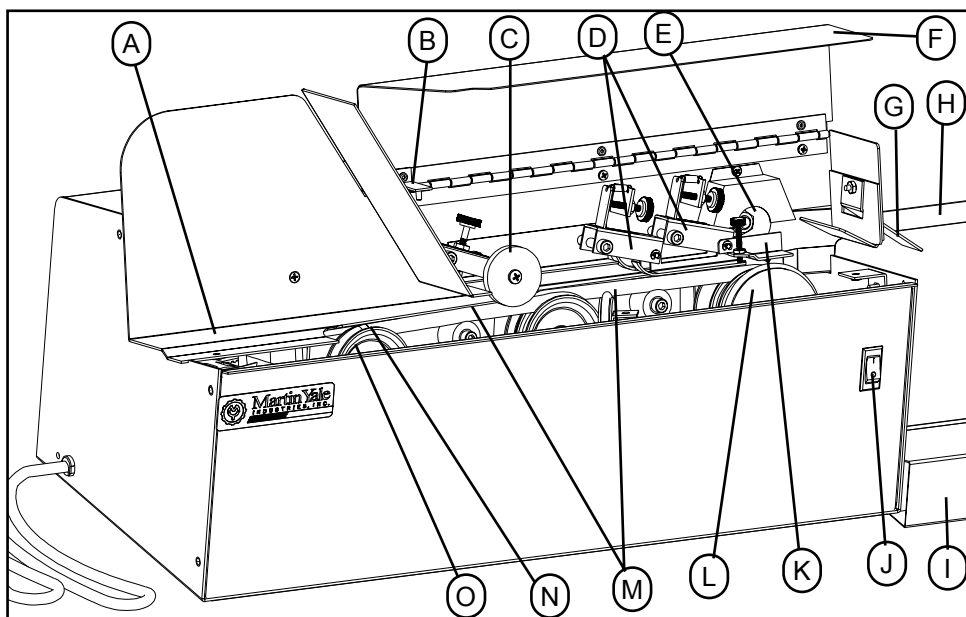
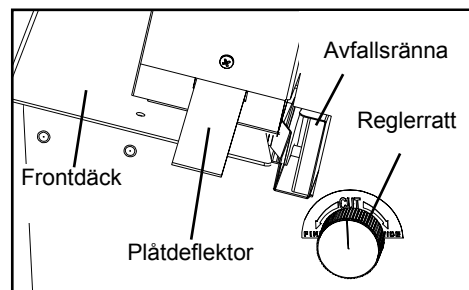

Bild 1
Bild 2
- \* Lägg märke till de dubbla spiralformade matarremmarna (M, se bild 1). Deras spiralformade motursfunktion för kuvert mot bakplåten för precisionsuppskärning. Observera att remmen till vänster har en smalare vinkel. Detta "förmatar" kuvert till remmen på höger sida.
Självvässande blad av precisionsstål (E) skär av en måttad remsa från varje kuvert, oavsett matat rättvänt eller uppochner. Regleratten till höger (se bild 2) ställer in bladet och ger operatören möjlighet att variera skärbredden från brett till smalt.
De flesta brevöppningsmaskiner går inte att komma åt invändigt utan att hela funktionsenheten tas bort. Modell 62002 har ett unikt delat däck som löser det problemet. Däcket är delat på längden i två halvor, fram (se bild 2) och bak. Den främre halvan kan tas bort, vilket gör rengöring, inspektion och reparation av brevöppnarens inre lättare.
Det är en engångsmontage. Leta efter plastpaketet inuti leveranskartongen. Den innehåller den nickelpläterade plåtdeflektorn och en skruv. Montera dit den utanpå vid angiven punkt (se bild 2).
Uppfångarbasen sitter rätt och slätt på falsarens utgångssida i en position för att fånga upp öppnade kuvert när de matas ut från maskinen (se bild 1 angående placering). Avfallslådan ligger i den smala fördjupningen i uppfångarbasen. Det kompletta montaget riktas sedan in så att den inre väggen hos avfallslådan ligger an mot framkanten på avfallsrännans utskjutande klack (se bild 2).
Läs på reglerratten (bild 2) av för önskad skärbredd, från bred till smal. Uppskärningen ska vara tillräckligt djupt för att öppna kuvert snyggt men inte så mycket att det finns risk för att bladet kommer i kontakt med innehåll som checkar och postanvisningar, etc., inte heller med mynt, häftklamrar och gem. Kontrollera att Modell 62002 är 'AV' vilket anges av 'O' på strömbrytaren. Anslut maskinen till ett lämpligt eluttag.